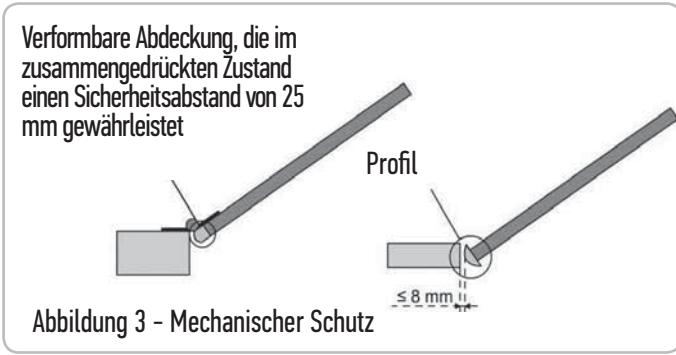
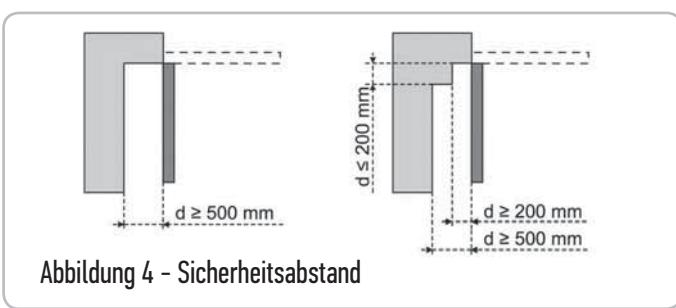

Abbildung 3 - Mechanischer Schutz
Abbildung 4 - Sicherheitsabstand
ZONE 4 Gefahr des Ein-klemmens zwischen den Laufschielen	- Hinderniserkennung durch den Antrieb. Es muss unbedingt geprüft und festgestellt werden, dass die Grenzwerte der Betriebskräfte und Reversierungszeiten gemäß Anhang A der Norm EN 12 453 eingehalten sind. - durch Sicherheitsabstände (siehe Abbildung 4)
ZONE 2 Quetschgefahr an einem angrenzenden festen Bauteil	Hinderniserkennung durch den Antrieb. Es muss unbedingt geprüft und festgestellt werden, dass die Grenzwerte der Betriebskräfte und Reversierungszeiten gemäß Anhang A der Norm EN 12 453 eingehalten sind. Schutz durch eine mechanische Vorrichtung (siehe Abbildung 3) oder durch Sicherheitsabstände (siehe Abbildung 4)
Torgröße (Abb. 3)
3.1 Montagehöhe - Abb. 4